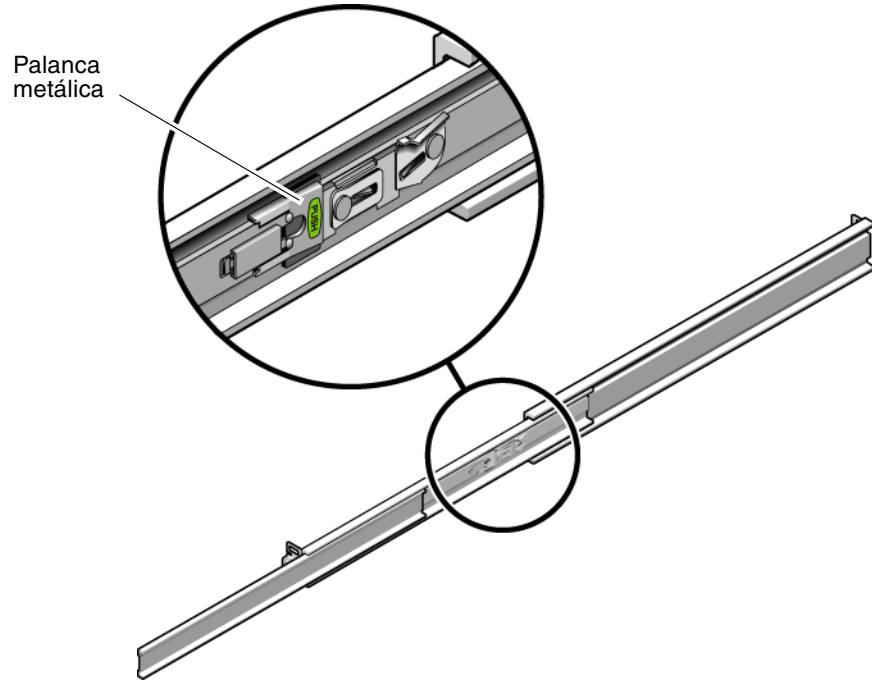

FIGURA 2-24 Desbloqueo de los toques de palanca de las guías deslizantes
5. Cuando el dispositivo esté totalmente extendido, suelte los toques de palanca de las guías deslizantes (FIGURA 2-24).